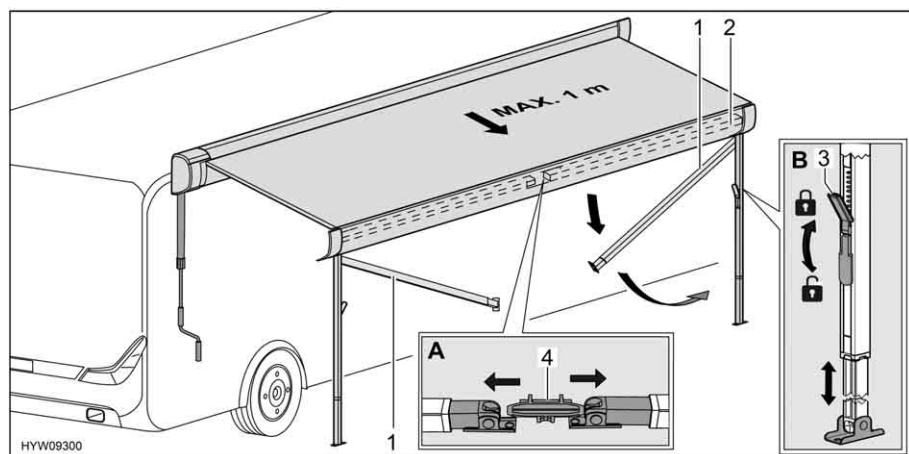

Fig. 23 Preparazione dei montanti di supporto
- Sbloccare i montanti di supporto (Fig. 23,1) dal supporto (Fig. 23,4) nel listello anteriore (Fig. 23,2). A tale scopo, premere leggermente verso l'esterno i montanti di supporto (Fig. 23,A).
- Allentare i bloccaggi (Fig. 23,3) dei montanti di supporto. A tale scopo, ripiegare la leva di serraggio verso il basso.
- Estrarre la parte inferiore dei montanti di supporto fino alla lunghezza desiderata (Fig. 23,B).
- Chiudere i bloccaggi (Fig. 23,3) dei montanti di supporto. A tale scopo, tirare verso l'alto la leva di serraggio.